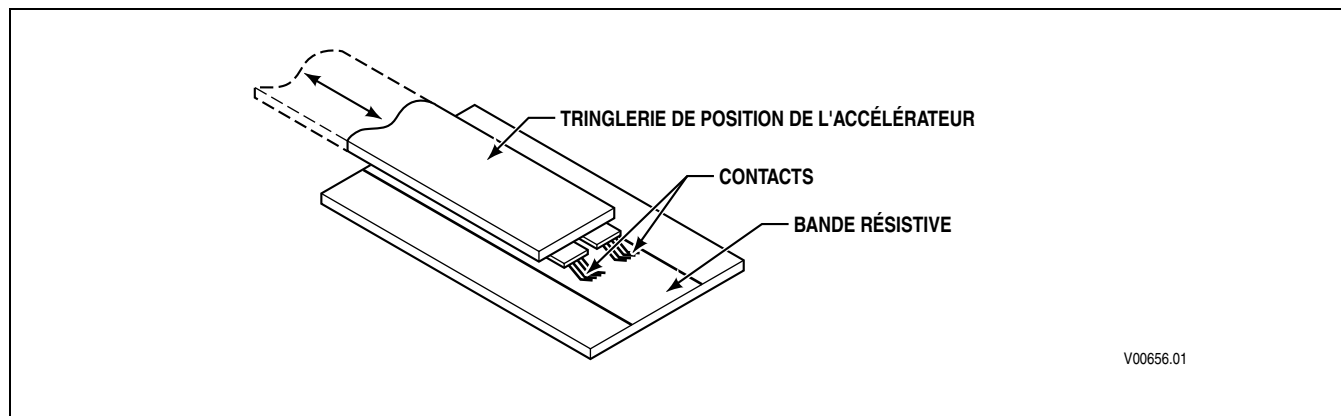

Figure F-1. Conversion de la position de l'accélérateur en impulsions électriques
1. Pour communiquer correctement la position de l'accélérateur au TCM, le capteur de position de l'accélérateur doit convertir son mouvement mécanique en une forme électrique reconnue par le TCM. Pour ce faire, les contacts se déplacent le long de la bande résistive dans le capteur qui convertit la position de l'accélérateur en impulsions électriques (Figure F-1).